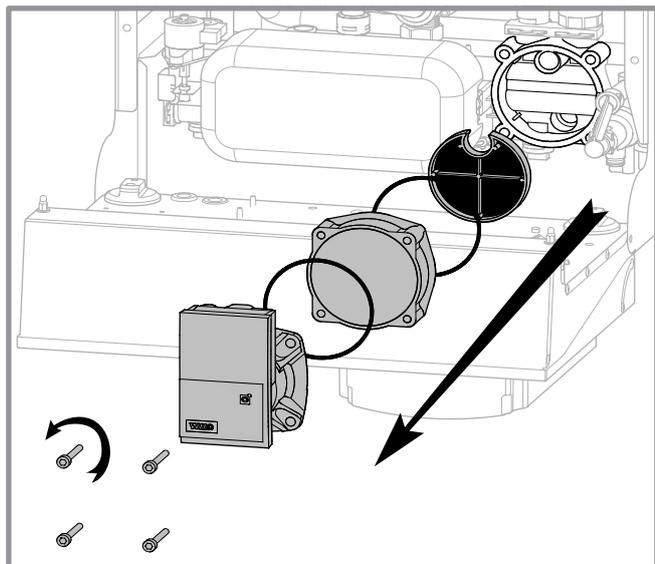

figure 69 - Démontage du filtre du circulateur
- Démontez le moteur du circulateur (figure 69).